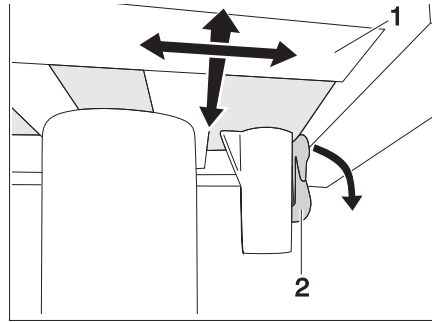

Fig. 98 Arresto tavolo a colonna (bloccato)
- Spingere la leva di bloccaggio (Fig. 98,2) verso il basso.
- Spingere il piano del tavolo (Fig. 98,1) nella posizione desiderata.
- Spingere la leva di bloccaggio (Fig. 98,2) verso l'alto.